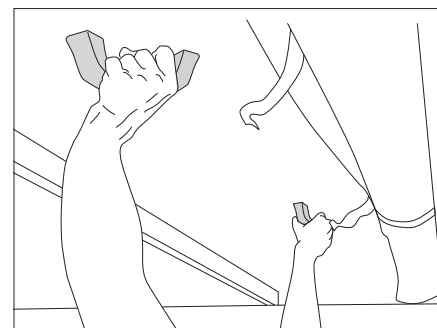

Figure 19 Relever le toit relevable
- Pousser à deux mains le toit relevable vers le haut (Figure 19).